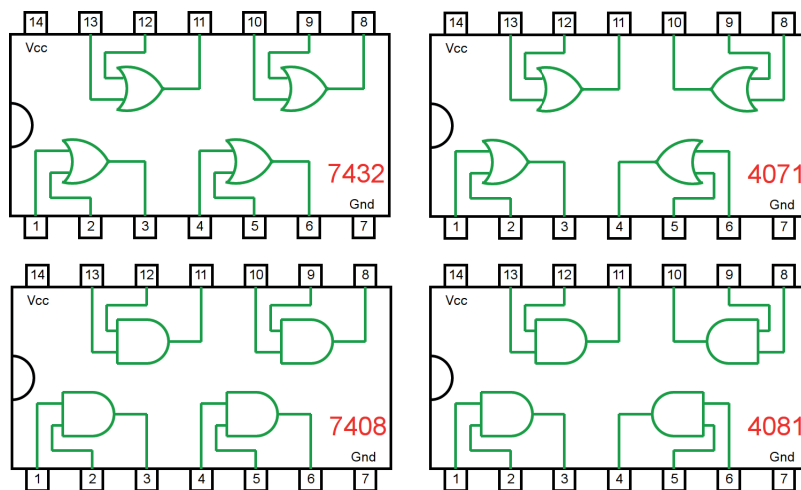

Figura 4.32 – Circuitos integrados TTL e CMOS.
- a) Coloque os circuitos integrados (TTL e/ou CMOS da figura 4.32) nas posições indicadas.
- d) Conecte os fios verdes. Os fios verdes estão conectados ao terra e portanto fornecendo valor lógico (0) às entradas de todas as portas do CI.